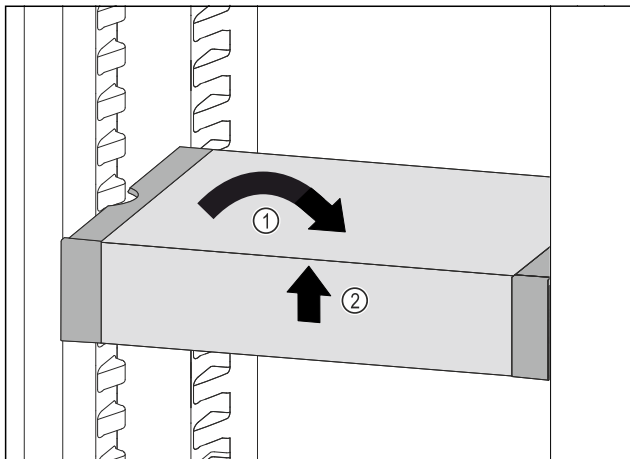

Fig. 57
- ▶ Ispravite VarioSafe. Fig. 57 (1)
- ▶ Podignite sprijeda VarioSafe. Fig. 57 (2)